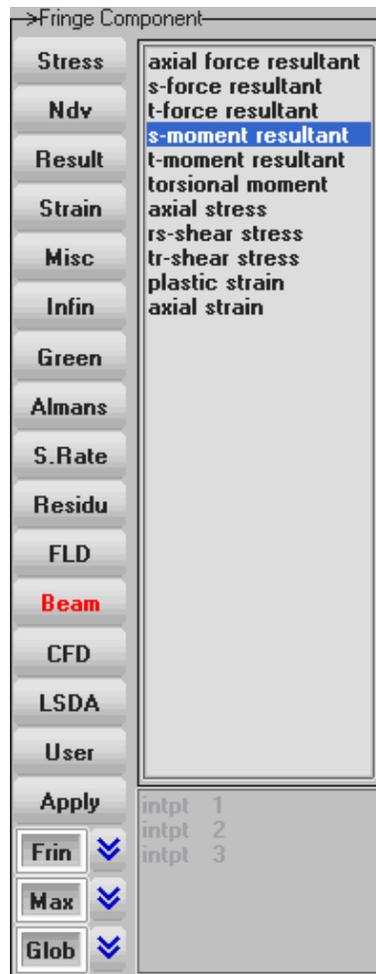

Рисунок 69. Список *Fringe Component* с выбранным изгибающим моментом (*s-moment resultant*)
- В списке компонентов **Fringe Component** нажимаем кнопку **Beam** и в списке выбираем **s-moment resultant** (Рисунок 69).